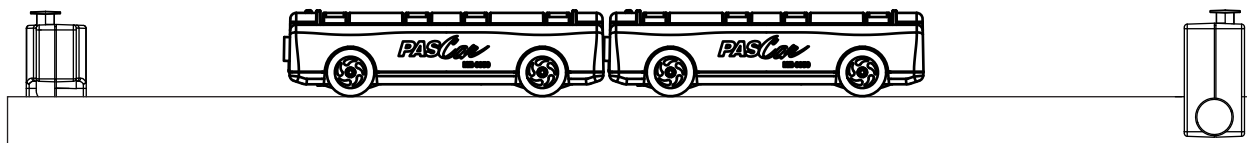

Рис. 1.1
2. Для каждого случая в табл. 1.1 расположите две тележки PAScar напротив друг друга, задвинув пускатель одной из них внутрь до упора (см. рис. 1.1).